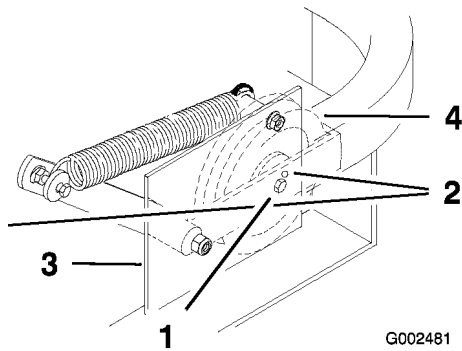

Bild 55
Wichtig: Stellen Sie sicher, dass der Riemen in die vorderen und hinteren Riemenführungen eingesetzt ist (Bild 55).
4. Prüfen Sie die Riemen Spannung. Die gefederte Zentrierspannschraube sollte in der linken Stützplatte in der Nähe des oberen Einstelllochs sein (Bild 55).